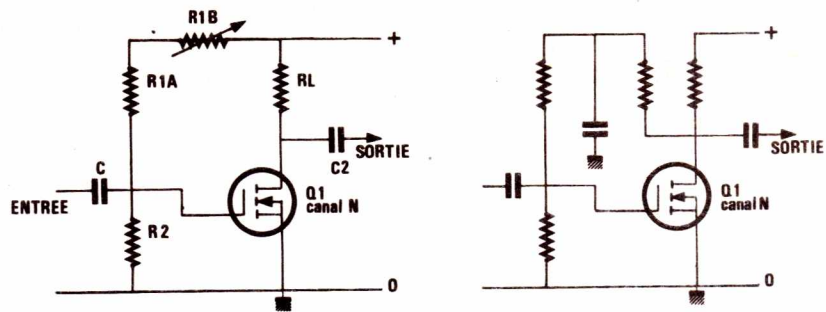

Figure 20
En ce qui concerne les amplificateurs classe A, toujours parmi les plus appréciés, nous en donnons un schéma très simple à la figure 20 (A).